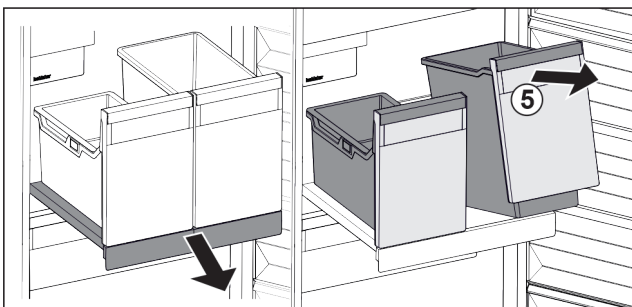

Fig. 34
- ▶ Sollevare il contenitore Fig. 34 (5) dal lato anteriore.